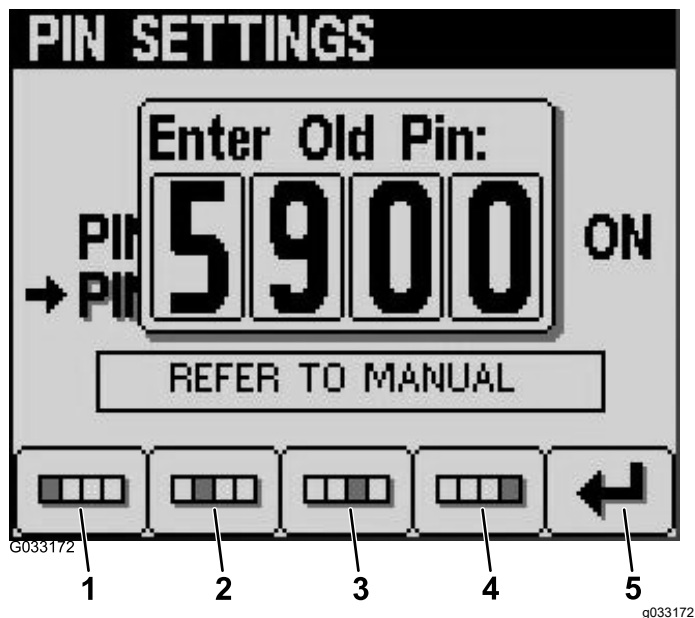

Рисунок 15
6. Введите свой старый ПИН-код при помощи кнопок с 1 по 4 и по завершении ввода нажмите кнопку 5 (Рисунок 15).